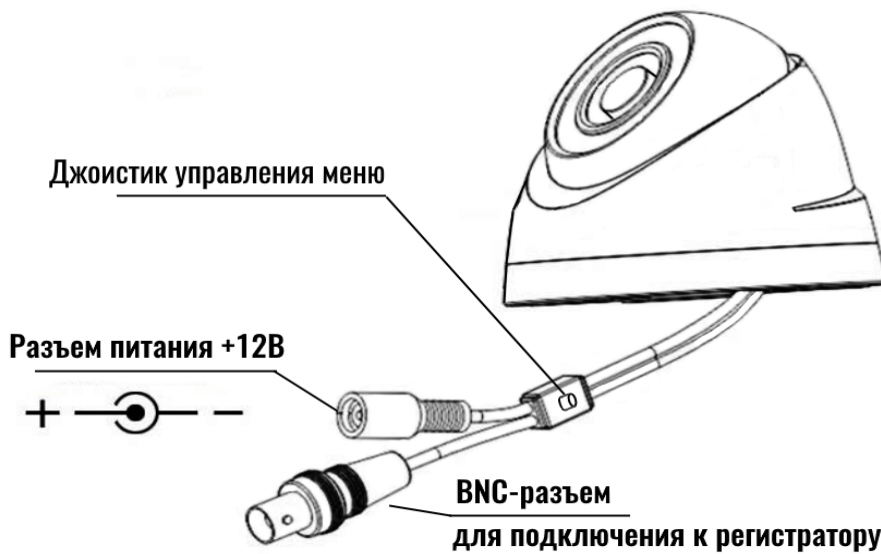

Рисунок 1 Схематичное изображение АHD видеокамеры в купольном корпусе.
3.4 Подключите соединительные провода (разъемы) в соответствии со схемой внешних подключений (рис.1) и соблюдением полярности. Неправильное соединение (нарушение полярности подключения питания) может привести к повреждению оборудования и потере гарантийных обязательств.
Для изменения стандартных настроек камер можно использовать джойстик управления на кабеле (рис.1), данный функционал имеется не у всех видеокамер (опция).